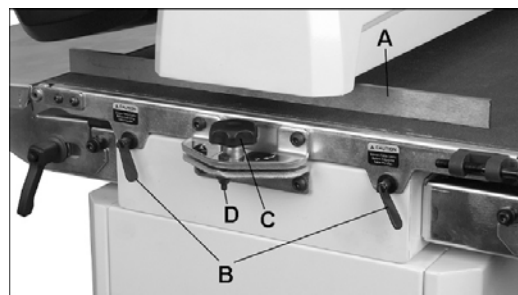

Рис. 7-4: выравнивание барабана
3. Установите линейку между барабаном и столом транспортера с внешней стороны барабана (А, Рис. 7-4).
3. Если в месте нахлеста при шлифовании видна борозда, ослабьте обе зажимные ручки стола (В, Рис. 7-4) и немного опустите внешнюю сторону стола с помощью ручки (С).
Примечание: при обработке узкой заготовки (шириной менее 560 мм на станке модели JWDS-2244 или менее 635 мм на станке модели JWDS-2550) верните стол транспортера в положение, параллельное шлифовальному барабану. Поворачивайте ручку в противоположном направлении до касания со стопорной гайкой (D, Рис. 7-4). Стопорная гайка является упором для установки параллельности стола.